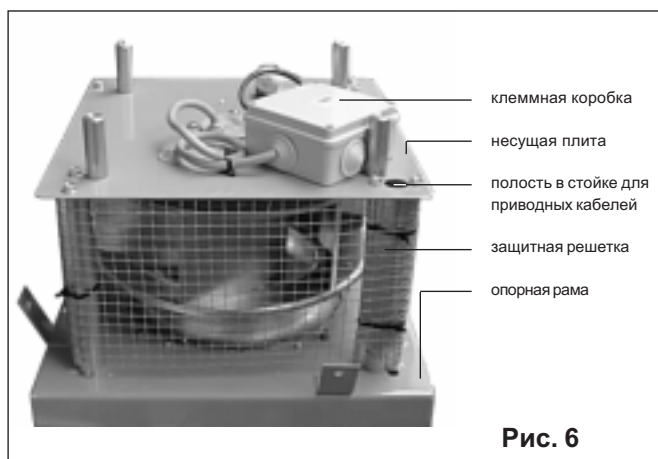

Рис. 6
■ Кабели протягиваются из клеммной коробки через полость одной из опорных стоек, под опорной рамой и через крышный переход далее в вентилируемое помещение (Рис. 6).